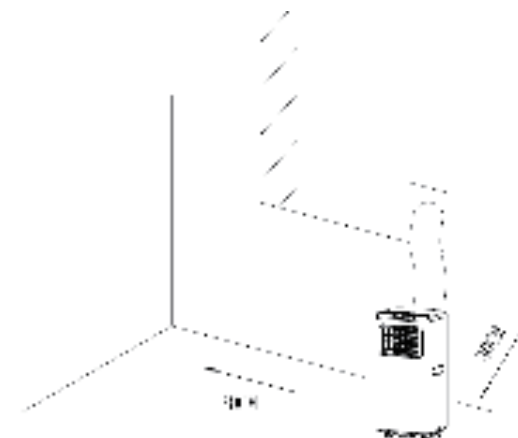

Fig 6
- Een verwijderings-airconditioner moet rondom op een vlakke en lege plaats worden geïnstalleerd. Blokkeer de luchtuitlaat niet en de vereiste afstand moet minimaal 30 cm zijn. Zie afb. 6.